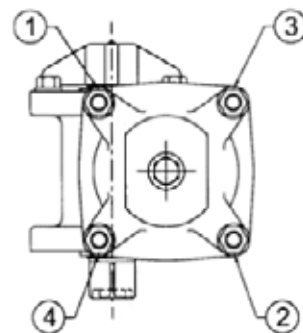

Рисунок 8: Последовательность затягивания соединительной тяги
- B. Снимите болты (41) с пустотелых стяжных тяг. Ослабьте поршневой болт (33) до тех пор, пока пружина полностью не ослабнет, и поршень (25) освободится.
- D. Соберите поршень, цилиндр, торцевую крышку и стяжные тяги, соблюдая последовательность затягивания стяжных тяг (Рисунок 8). Не перетяните болты. См. требования к моменту при сборке (Таблица 1).
- B. Поочередно и равномерно снимите болты (51) с пустотелых стяжных тяг. Ослабьте каждый болт примерно на 1/4", последовательно для каждой стяжной тяги (рисунок 8). Повторяйте до тех пор, пока пружины полностью не ослабнут, и торцевая крышка пружины будет свободна.
- D. Соберите торцевую крышку пружины с болтами (51). Следуйте процедуре показанной на шаге «B» в обратном порядке, соблюдая последовательность затягивания стяжных тяг (рисунок 8). Убедитесь, что каждая пустотелая стяжная тяга попала в расточку в торцевой крышке. Не перетяните болты. См. требования к моменту при сборке (Таблица 1).
- U. В моделях с возвратной пружиной пустотелые стяжные штанги (50) должны быть привинчены к длинным болтам (51), выступающими из адаптера (26).
- V. Поместите прокладку/кольцевое уплотнение цилиндра (46) в крышку (54). Вставьте длинные болты (51) с плоскими шайбами (53) в крышку.
- W. Смонтируйте крышку на распушенную пружину(ы) и закрепите к пустотелым стяжным штангам (50) болтами (51). Во избежание заедания смажьте болты (51) смазкой "Whitmore's Omnitemp II" или эквивалентной. Поочередно и равномерно затяните болты (51) в пустотелых стяжных штангах. Затяните каждый болт примерно на 1/4" – 1/2" Ю, следуя последовательности приведенной в «Последовательности затягивания стяжных штанг» (рисунок 8) до того момента, когда пружина будет полностью сжата. Убедитесь, что каждая пустотелая стяжная штанга входит в расточку в крышке. Не перетяните болты. Смотрите таблицу требований к моменту затягивания при сборке (Таблица 1).
- X. Установите индикатор положения (13) и стрелку (16), где применимо. Соберите винты настройки (37), резьбовые уплотнения (36) и зажимные гайки (38).